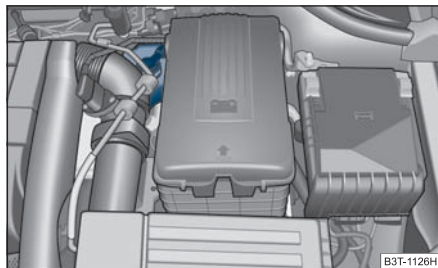

Abb. 205 Motorraum:
- Prüfen Sie den Bremsflüssigkeitsstand am Behälter ⇒ Seite 233, Abb. 205. Der Stand muss zwischen den Markierungen „MIN“ und „MAX“ liegen.